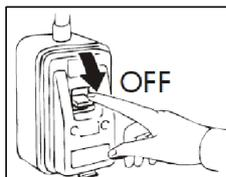

Fig.4
- * Certifique-se de que a rede da conexão elétrica esteja desligada (Tirar o plugue da tomada) (Fig.4/5)